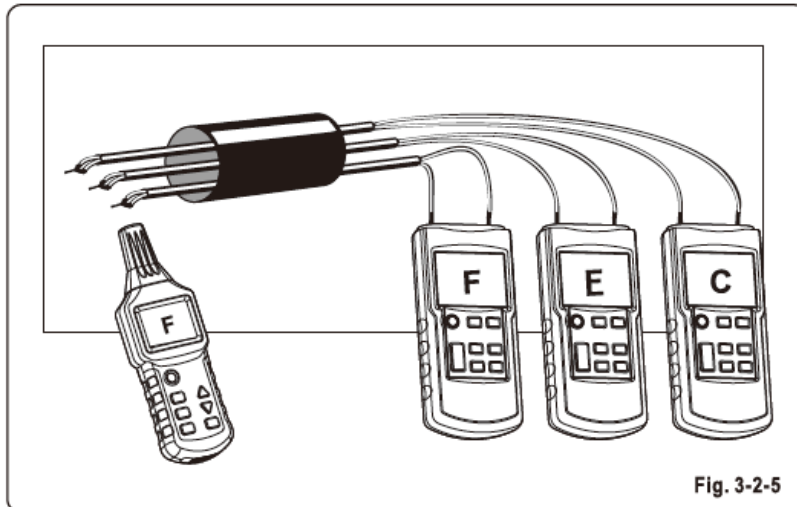

Fig. 3-2-5
- Connectez le transmetteur de la manière indiquée dans la figure 3-2-5. ;